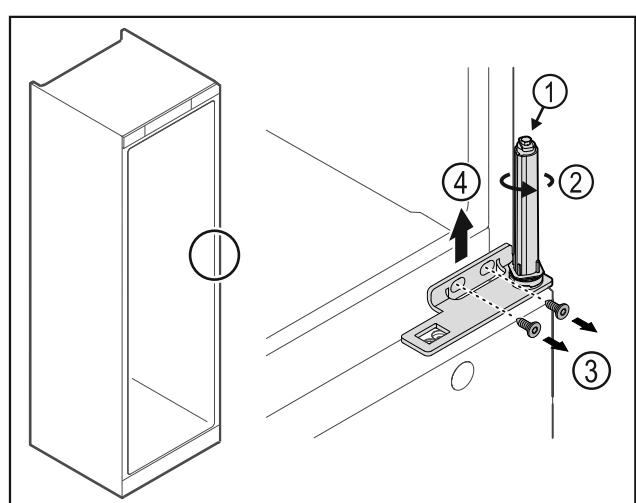

Fig. 33
- ▶ Не разглобявайте затварящата система на вратата Fig. 33 (1).
- ▶ Върнете затварящата система Fig. 33 (2), докато тя щракне.
- Разхлабете винтовете Fig. 33 (3), свалете ъгъла на пантата нагоре Fig. 33 (4).